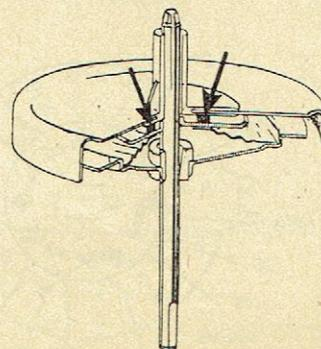

Fig. 11
a) Par l'anneau de feutre (petit couple d'entraînement, voir fig. 11) ;